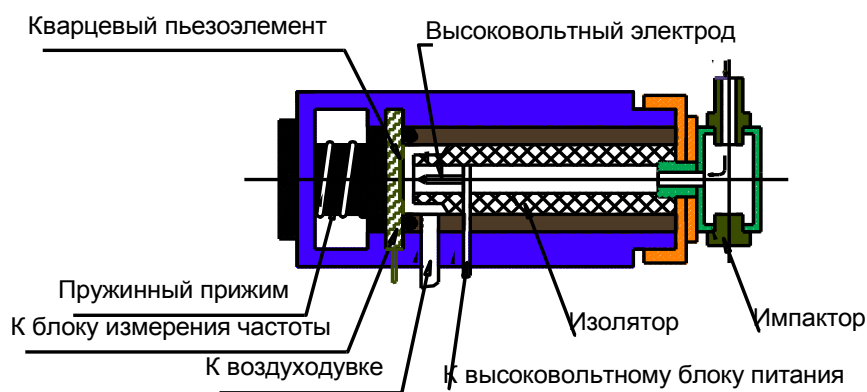

Рисунок 2. Устройство блока регистрации
2.2.1 Принцип действия БР основан на заряде частиц пыли в поле коронного разряда, создаваемым высоковольтным электродом, и последующим их осаждением на поверхности датчика пыли, в качестве которого используется кварцевый пьезоэлемент (рис.2). При осаждении частиц пыли на поверхность датчика происходит изменение частоты его колебаний, которое пропорционально массе осевшей пыли.